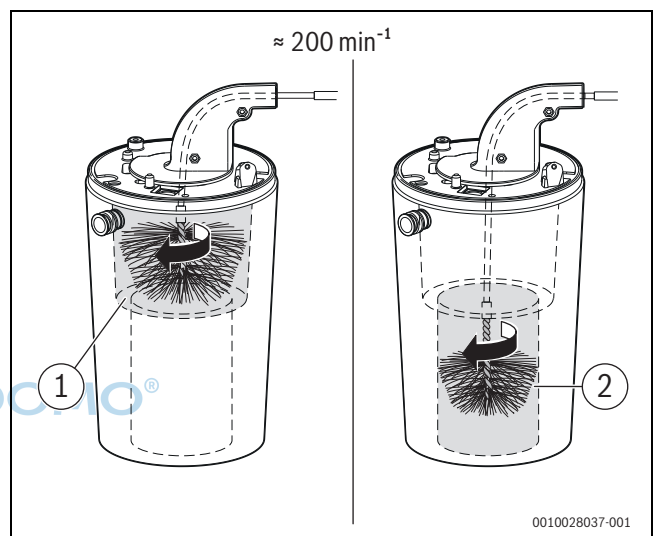

Bild 29 Wärmeblock reinigen (ca. 200 min⁻¹, nur Rechtslauf)
- Mit kleiner Bürste für den unteren Bereich wiederholen (→ Bild 29, [2]).